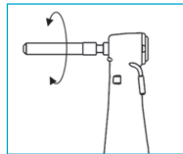

Fig. 5
- Faites tourner la fraise ou le foret doucement pour enclencher le mécanisme de verrouillage. (Figure 5)